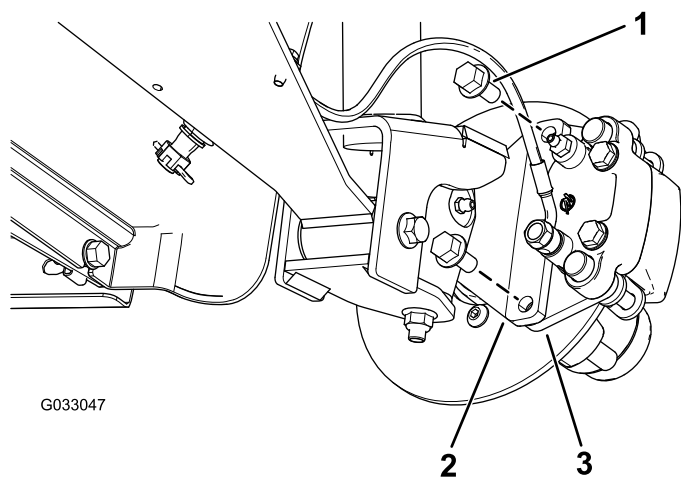
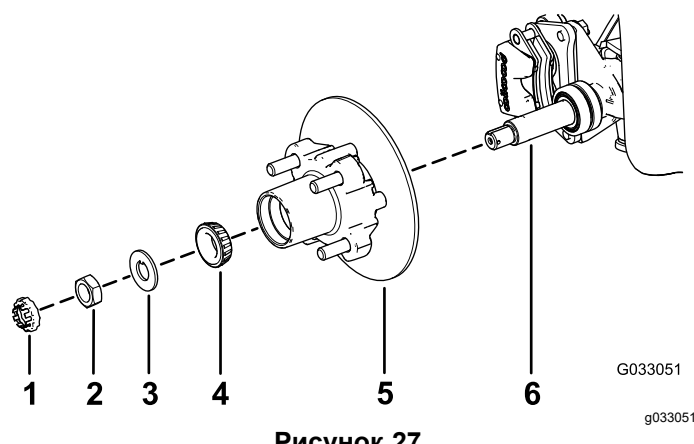

Рисунок 23
Рисунок 27
3. Выверните болты с фланцевыми головками ($\frac{3}{8} \times \frac{3}{4}$ дюйма), которые крепят кронштейн тормоза в сборе к оси, и отделите тормоз от оси (Рисунок 23).
1. Нанесите тонкий слой консистентной смазки указанного типа на ось (Рисунок 27).
2. Установите ступицу и тормозной диск на ось так, чтобы тормозной диск был внутри (Рисунок 27).
3. Установите наружный подшипник на ось и в наружное кольцо (Рисунок 27).
4. Установите стопорную шайбу на ось (Рисунок 27).
поворачивая ступицу так, чтобы подшипник был посажен на место (Рисунок 27).
2. Совместите тормозные колодки с обеих сторон тормозного диска (Рисунок 23) с отверстиями в кронштейне суппорта и отверстиями в креплении тормоза на цапфе (Рисунок 27).
3. Закрепите кронштейн суппорта на цапфе (Рисунок 23) с помощью 2 болтов с фланцевыми головками ($\frac{3}{8}$ x $\frac{3}{4}$ дюйма).